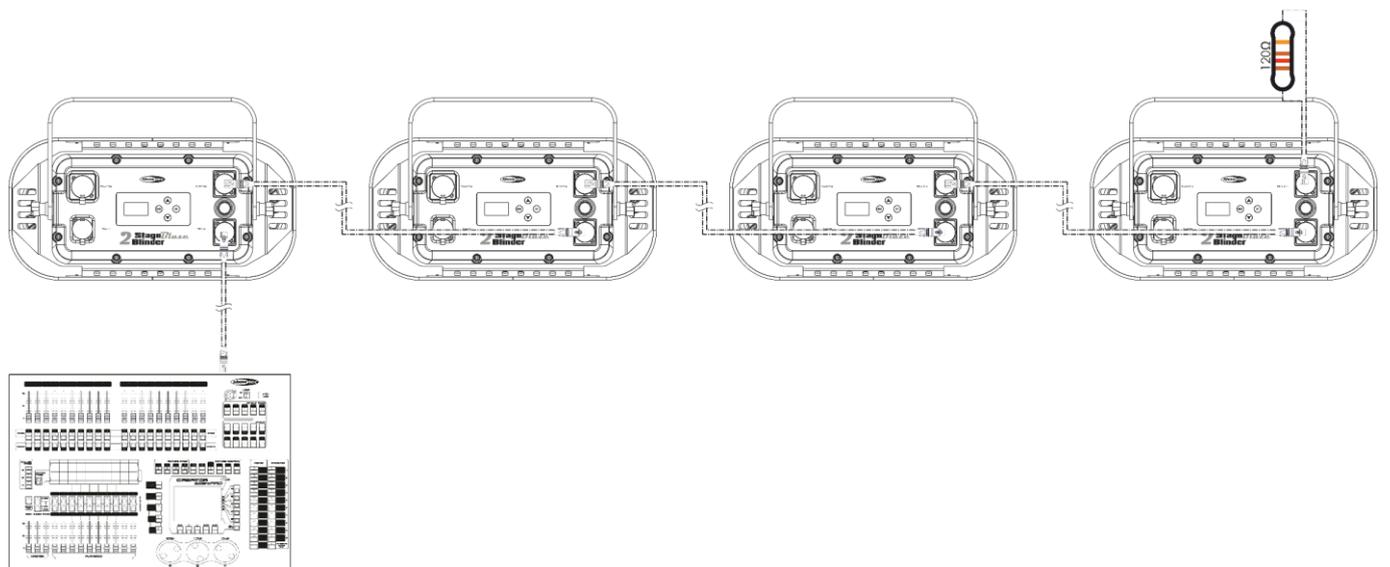

Fig. 04
- 05) Conecte las unidades entre ellas como se indica en la Fig. 04. Conecte un cable de señal DMX que vaya desde el conector DMX Output (salida) de la primera unidad al conector DMX Input (entrada) de la segunda unidad. Repita este proceso para conectar las unidades segunda, tercera y cuarta entre ellas.